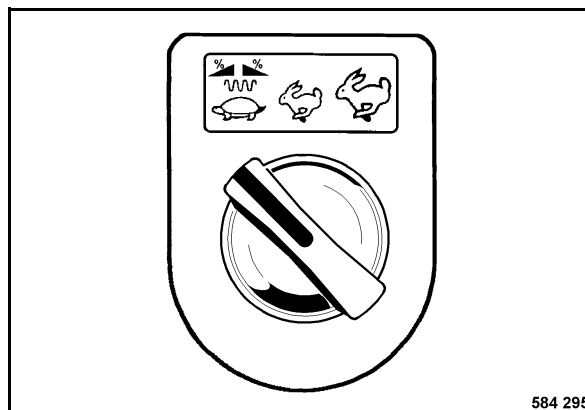

Fig. 89
- Preseleccionar la velocidad de trabajo (Fig. 89).